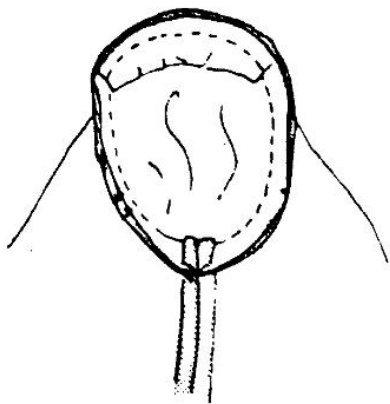

Рис. 227
2. Приколите полосу с изнанки в верхней части рукава между надсечками середины так, чтобы ее срез совпадал со срезами проймы и рукава. Притачайте ее по уже проложенной строчке (рис. 227), строчите со стороны изделия.